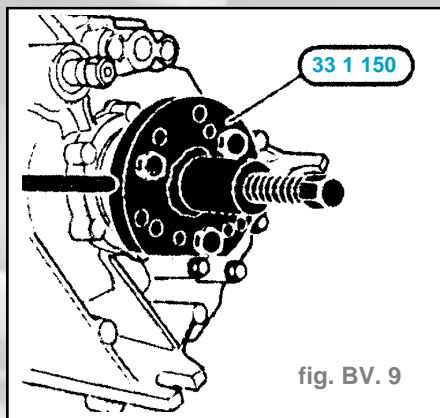

fig. BV. 9
- Si la bride de sortie est trop serrée, l'extraire avec l'extracteur **33 1 150** (fig. BV. 9).